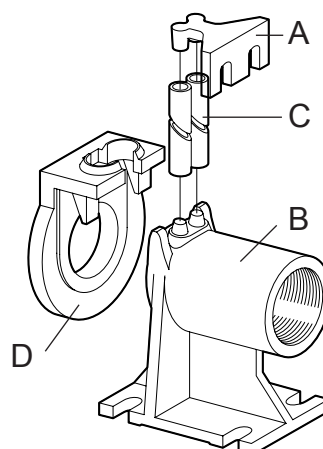

Abb. 7 Ankopplungs-Fuss
- Den Verankerungs-Bügel der Rohrführungen (Abb. 7 - Pos. A) am Rand des Beckens befestigen.
- Den Stützfuss zur automatischen Koppelung (Abb. 7 - Pos. B) am Boden des Abflussschachtes positionieren und mittels dem Senkblei überprüfen, dass die konischen Vorsprünge zum Einstecken der Rohrführungen mit den entsprechenden Vorsprüngen des Verankerungs-Bügels des Beckenrandes perfekt rechtwinklig sind. Es ist auch die Ebenheit mittels einer Wasserwaage zu überprüfen.
- Die Position der sich auf dem Stützfuss befindlichen Schlitzze anzeichnen und dann die korrekte Länge der Führungsrohre (Abb. 7 - Pos. C), feststellen.
- Den speziellen Gleitflansch (Abb. 7 - Pos. D) auf die Auslassöffnung der Pumpe montieren und das Seil oder die Kette an die Griffe oder Schlitzze am oberen Teil des Gehäuses anhaken.